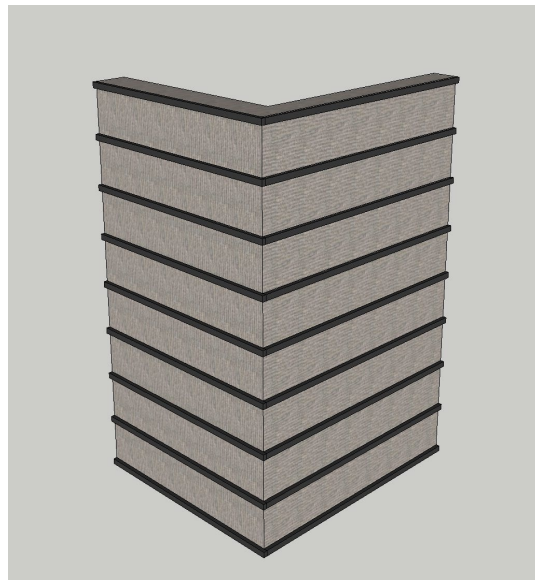

Abbildung 1
- Befestigen Sie die Unterkonstruktion wie in Abbildung 1 gezeigt in einem Abstand von maximal 50 cm.
- a. Befestigen Sie die Fassadenprofile gemäß Abbildung 1.